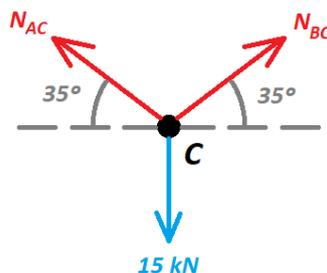

Figura 3. Método dos nós aplicado ao ponto C (exemplo 4.4)
- Equilíbrio de forças planas em torno do ponto C (ver Figura 3)